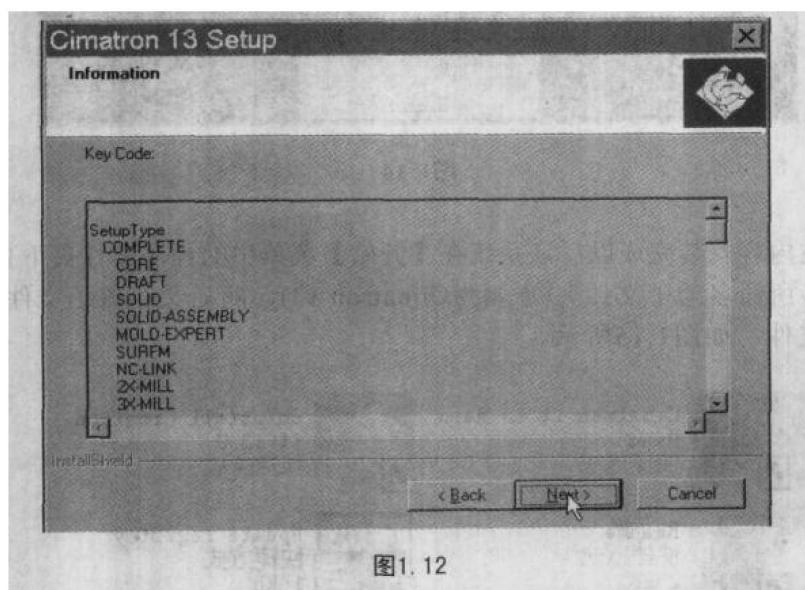

图1.12
- (12) 接着出现如图1.12所示的安装信息画面，单击Next继续。